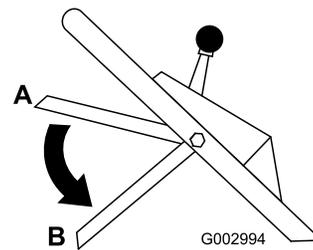

Figura 19
11. Suelte la barra de control de la cuchilla; consulte la posición B en Figura 19. Debe oír un ruido fuerte. La cuchilla debe detenerse en tres segundos.